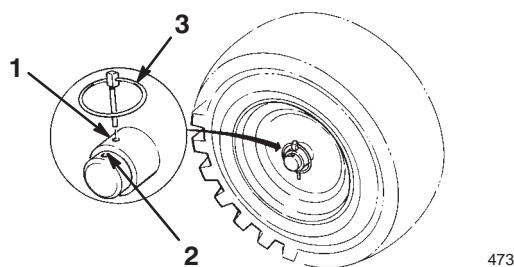

Figure 4
- Glissez les roues vers l'intérieur et insérez les goupilles dans les trous du moyeu et le trou *intérieur* de l'essieu (Fig. 4).